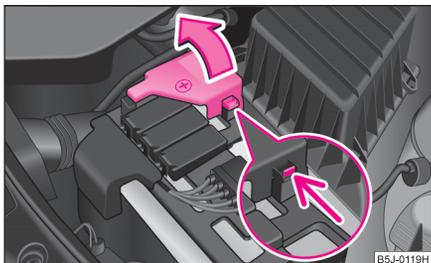

Abb. 181 Batterie:
- Klappen Sie die Pluspol-Abdeckung (+) auf ⇒ Abb. 181.